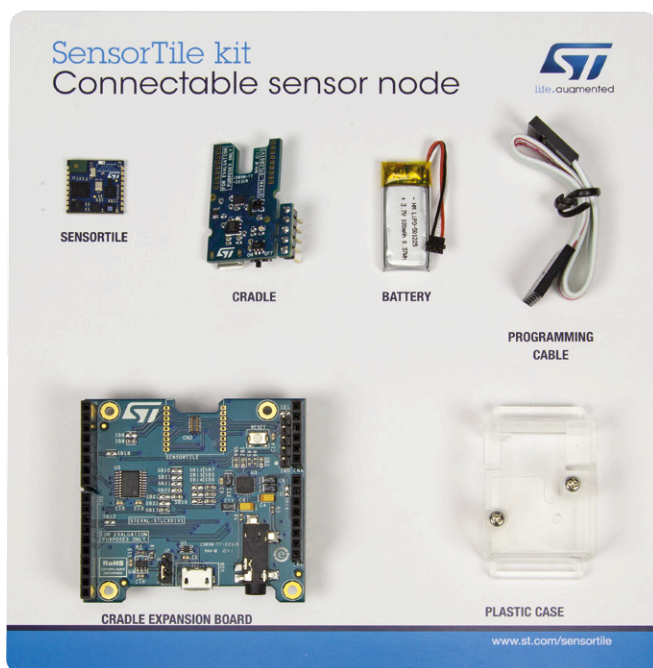

Figure 4. Le kit SensorTile avec tous ses composants.
STMicroelectronics (ST) a depuis peu commercialisé un kit très intéressant du nom de **SensorTile** [4] dont le prix avoisine 80 € (figure 4). Intéressons-nous au SensorTile de la taille d'une pièce de monnaie, basé sur le microcontrôleur STM32L476 (M4, 80 MHz, 1 Mo de flash) et le BlueNRG-MS pour la communication BLE. Il dispose d'un microphone, d'un baromètre et d'un accéléromètre, d'un gyroscope et d'un magnétomètre. Les connexions